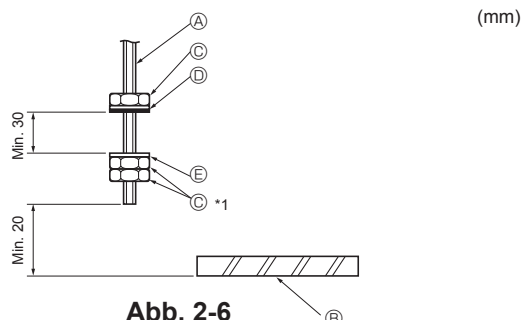

Abb. 2-6
2.4. Verfahren zur Aufhängung der Anlage (Abb. 2-6)